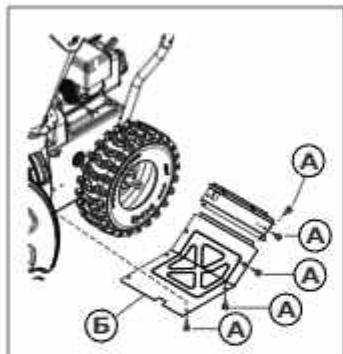

Рис. 38
4. Выкрутите винты (рис. 38, поз. А) и снимите нижнюю панель (рис. 38, поз. Б).